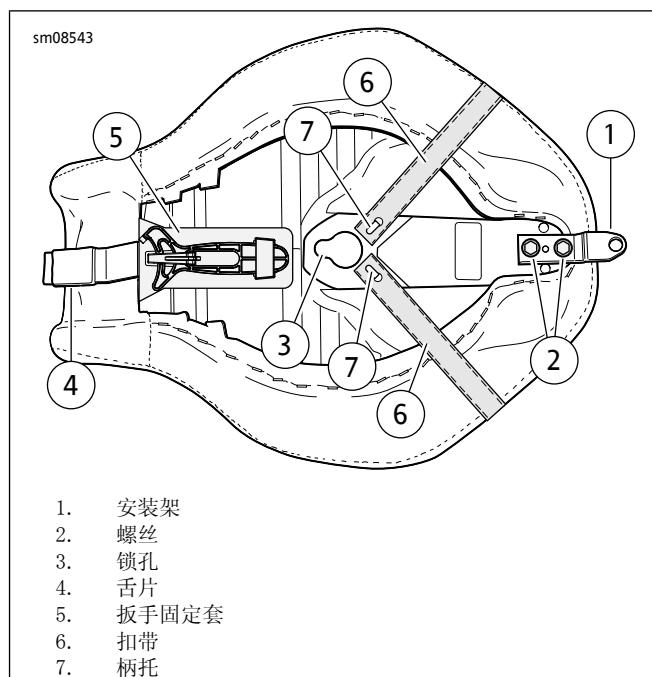

图3。支架、螺丝、锁孔、舌片和扣带
- 对于在座椅盘中存放减震器调节扳手的车型：从OE座椅中拆下扳手。参见图3。将扳手安装至扳手固定套(5)中。
- 参见图3。将扣带(6)安装至座椅底部。将扣带一侧挂在座椅下侧的柄托(7)上。将扣带绕过座椅。将另一侧挂在另一个柄托上。
1. 参见图3。将新座椅前部倾斜到位，使舌片（4）卡入燃油箱后部安装位置的槽中。